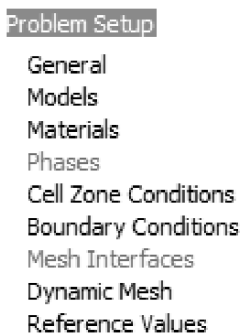

Рис. 3.24
1) Для получения решения выберем установки, соответствующие нашей задаче. Рассмотрим по пунктам, что мы задаем в разделе Problem Setup (рис. 3.24).